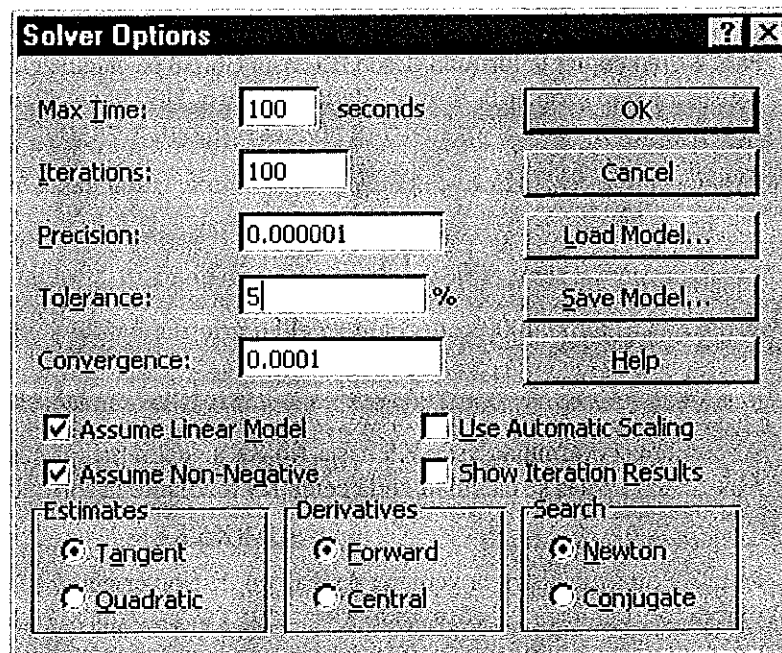

FIGURA 19
**Paso 5** Antes de resolver el problema, es necesario indicarle a Solver que todas las *Changing Cells* deben ser no negativas. También se requiere indicarle que se tiene un modelo lineal. Si no se indica que el modelo es lineal, entonces Solver no sabrá que debe usar el método simplex para resolver el problema, y podría obtener una respuesta incorrecta. Se consiguen estos requisitos mediante la selección de *Options*. Entonces aparece la pantalla de la figura 19. Marque en ella el cuadro *Assume non-Negative*, lo cual asegura que todas las celdas de cambio (*changing cells*) serán no negativas. Marque el cuadro *Assume Linear Model*, lo cual asegura que Solver utilizará el método simplex para resolver el PL. En ocasiones, Solver no identificará al PL como un modelo lineal si el PL tiene escalas poco apropiadas (un PL tanto con cantidades grandes como pequeñas presentes en la función objetivo, segundos miembros o las restricciones). Al marcar la casilla *Use Automatic Scaling* se reducen al mínimo las oportunidades de que un PL con escalas poco apropiadas sea interpretado como un modelo no lineal. Incidentalmente, *Max Time* es el tiempo máximo que Solver trabajará antes de avisar al usuario respecto a la terminación del procedimiento de solución. *Iterations* es el número máximo de pivoteos con simplex que Solver efectuará antes de preguntar al usuario si continúa con el procedimiento de la solución. El parámetro *Precision* señala cuánto "error" se tolera antes de decidir si una restricción no se satisface. Por ejemplo, con una precisión de 0.001, se consideraría que una celda de cambio (*chan-*